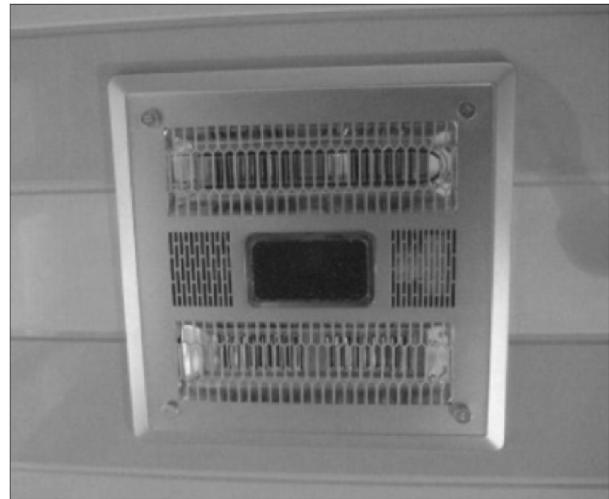

图 7-15 安装完成的浴霸
7) 选择合适的木螺钉将箱体固定在吊顶木档上，将预留线整理好塞入预留孔内，吊顶处的浴霸安装完成，如图 7-15 所示。